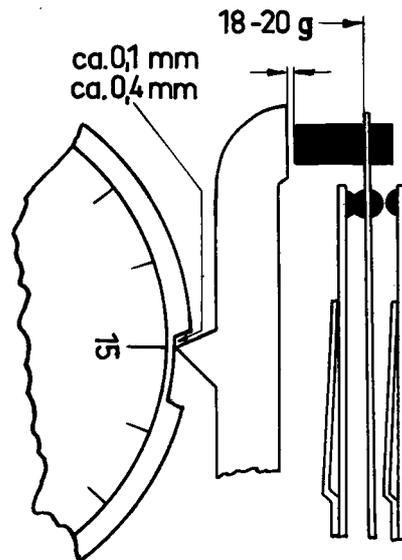

Abb. 6
7. Den Stellknopf mit einem Schraubenzieher festhalten (keinesfalls verdrehen !) und durch Rechtsdrehen der grossen Nockenscheibe den rechten Kontakthebel anheben. Dann die grosse Nockenscheibe entgegengesetzt (in Betriebsdrehrichtung) vorsichtig drehen, bis der rechte Kontakthebel einfällt. Die Flankenkluft zwischen Betätigungsspitze des Kontakthebels und der Ablaufkante des Nockenscheiben-Einfalles soll ca. 0,4 mm betragen (s. Abb. 6 Bl. 1^I).